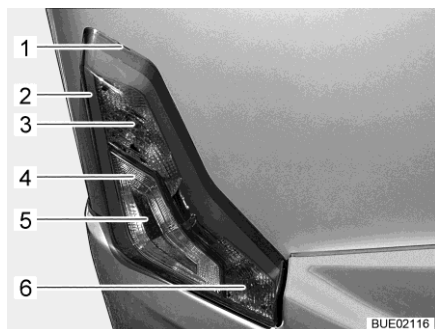

Fig. 296 Eclairage arrière
- Introduire un outil plat dans l'encoche (Fig. 296,1) et soulever le boîtier avec précaution.